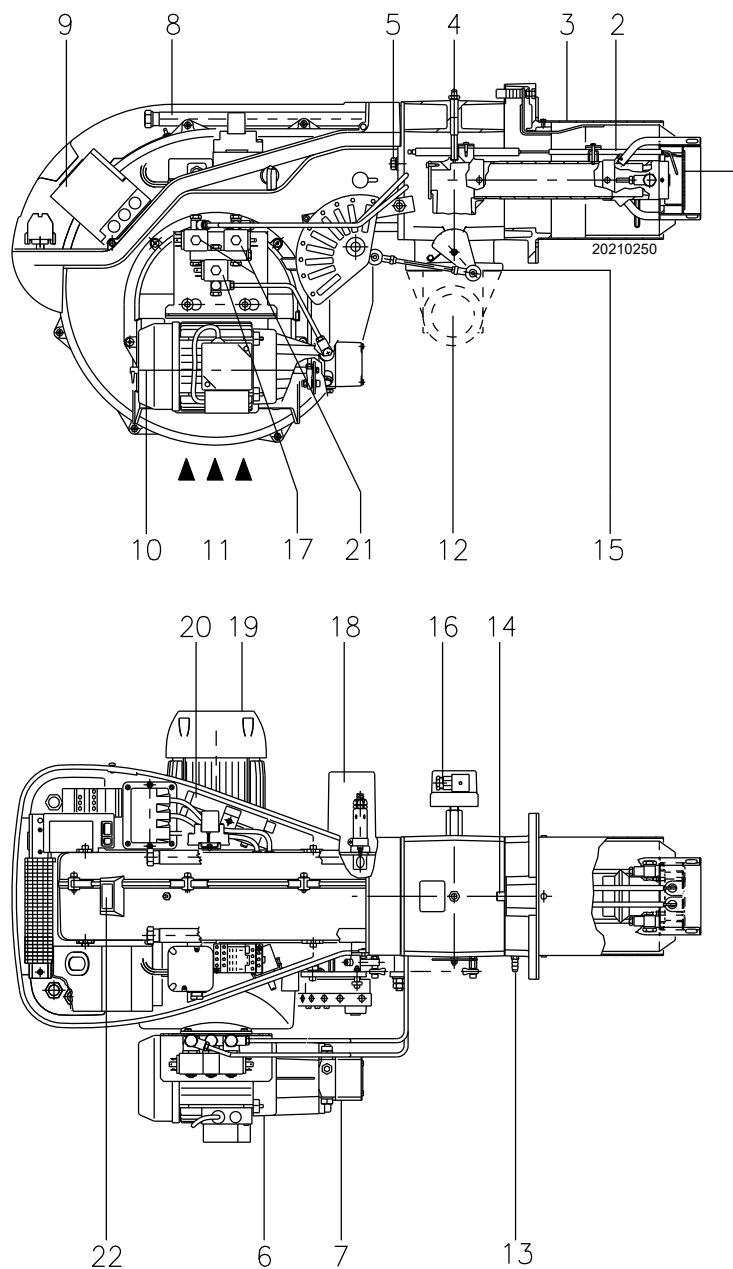

Fig. 5
**blocage boîte de contrôle :** l'allumage du bouton de la boîte de contrôle 9)(Fig. 5) signale que le brûleur s'est bloqué. Pour le déblocer, appuyer sur le bouton.